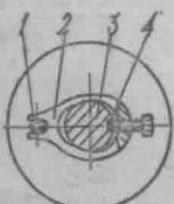

图 4 工件安装的方法
三、工件的安装(图 4)与注意事项
2. 为适应强力切削，防止工件在鸡心夹内旋转，提高分头效率，应使用图 4 中所示的带 U 形槽口的鸡心夹，并应在毛坯的一端钻一个防滑浅孔，将紧固螺钉压紧于防滑浅孔处。